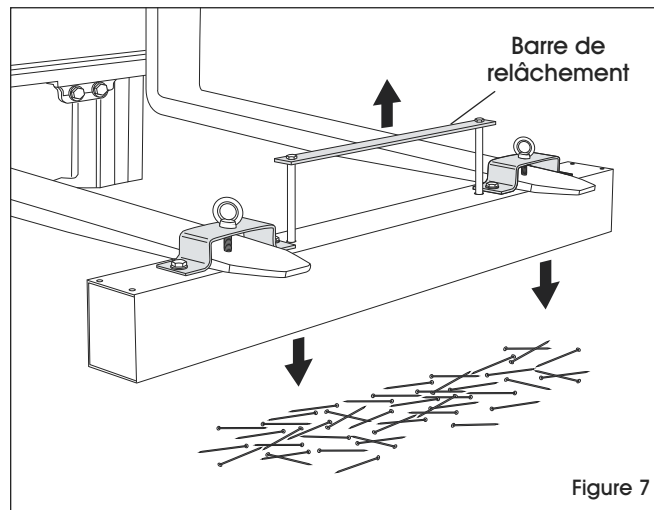

Figure 7
4. Soulevez la barre de relâchement pour libérer les débris ramassés par l'aimant. (Voir Figure 7)